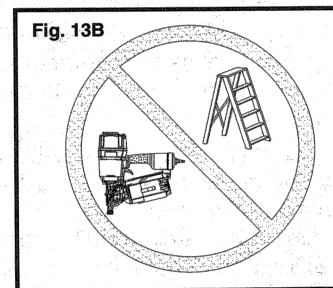

Fig. 13B
24. NO UTILICE LA CLAVADORA EN ANDAMIOS NI ESCALERAS DE MANO, ni para realizar tareas en las que el cambio de ubicación conlleve la utilización de andamios, escaleras, escaleras de mano y cosas similares. No utilice la clavadora para realizar tareas específicas como cerrar cajas o jaulas de embalaje, ni para acoplar sistemas de seguridad de transporte en vehículos y vagones. Fig. 13B.